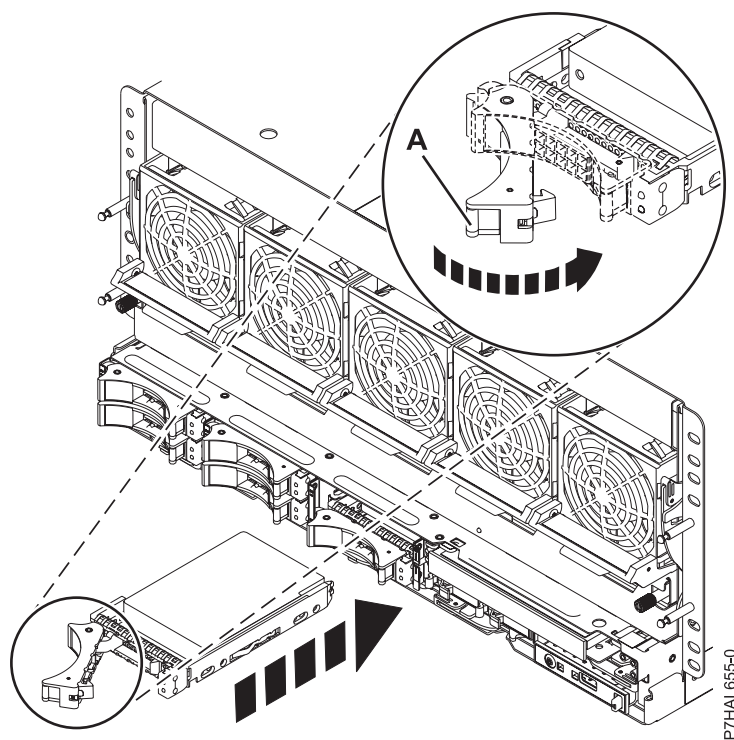

Figura 35. Substitució d'una unitat de disc al sistema
7. Quan el LED d'identificació es torni sòlid, inseriu del tot la unitat de disc o unitat d'estat sòlid en el sistema o unitat d'expansió i feu pressió a la nansa de la unitat (A) fins que quedi bloquejada, tal com es mostra a la Figura 35.